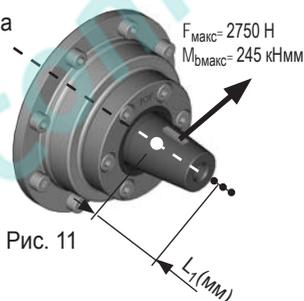

Рис. 11
- Возникшая в результате натяжения ремня сила в точке приложения (середина конуса вала, см. рис. 11) не должна превышать $F_{\text{макс. доп.}} = 2750 \text{ Н}$.
- Если точка приложения силы смещается вперед (см. рис.11, маленькие точки), сила $F_{\text{макс. доп.}}$ уменьшается по следующей формуле: